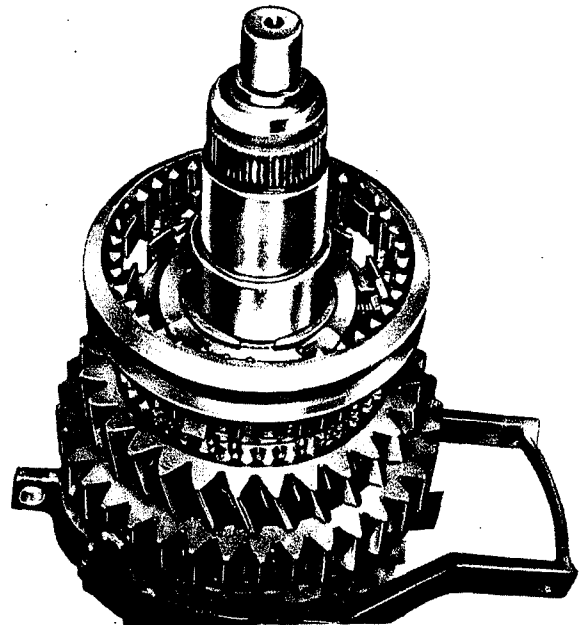

Fig. 33
14. Poser le manchon baladeur (408) sur le synchroniseur (416) (fig. 33). Les axes à rotule doivent s'engager alors dans les 3 entredents les plus profondément fraisés.